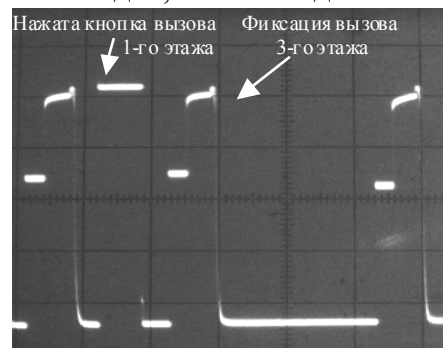

Рис. 8.7. Диаграмма работы узла А
21. Убедиться, с помощью осциллографа, что на время фиксации напряжения на коллекторе транзистора VT узлов А соответствуют рис.8.7.а.